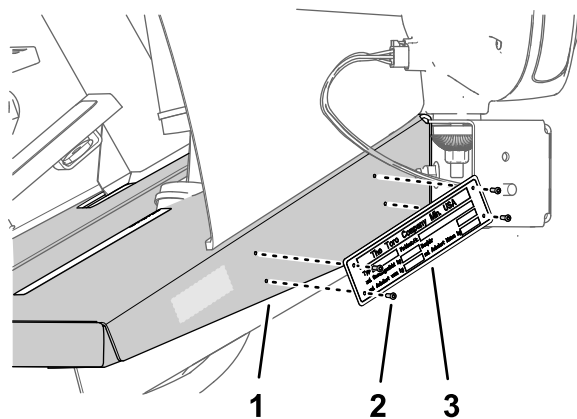

Figura 63
6. Sujete la placa de datos al canal de la chapa de suelo con 4 remaches (Figura 63).